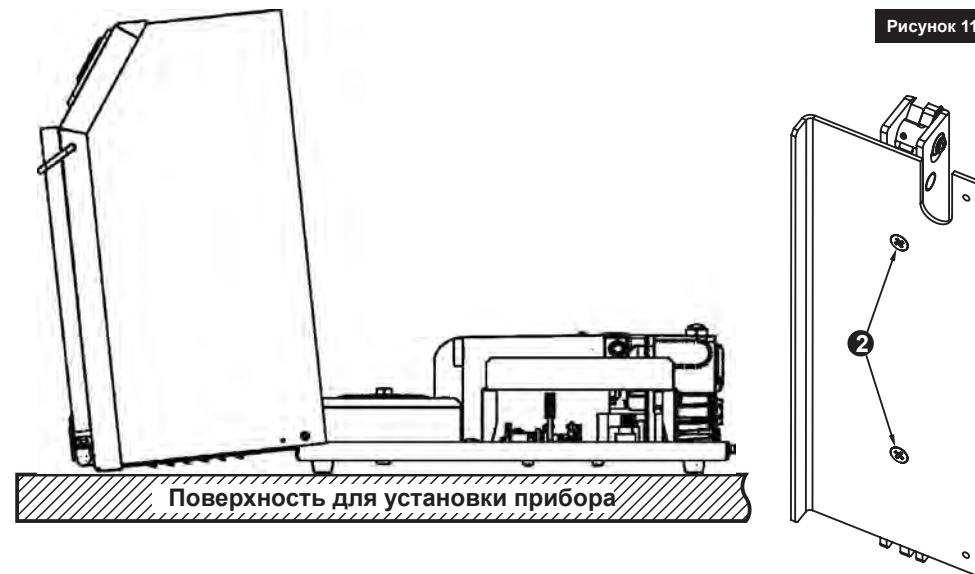

Рисунок 11
6. Открутить винты 2 (см. Рис. 11);